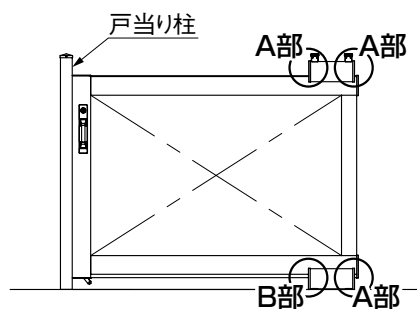

図11-2
- ローラーキャップA・ローラーキャップ金具Aは上下左右各1個ずつ計3セット使います。(図11-2 A部)
- ローラーキャップB、ローラーキャップ金具Bは下ローラーの戸当り柱側に使ってください。(図11-2 B部)
- ① 施工終了後、注意シールを框の上部、錠付近（施主様がよく見える位置）に貼付けてください。